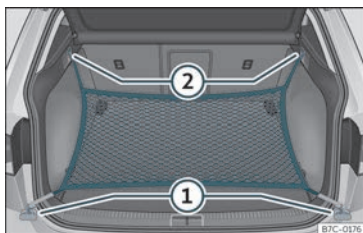

Fig. 118 Na bagageira: argolas ① e ganchos ② para fixar o saco de rede.
- Fixe os ganchos curtos da rede nas argolas de fixação»» **Fig. 118** ① »» ⚠. O fecho de correr do saco deve ficar voltado para cima.
- Fixe as fitas nos ganchos para prender sacos ②.